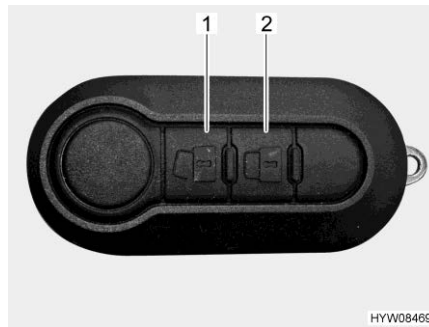

Bild 59 Fernbedienung Zentralverriegelung (2 Tasten)
- Türen entriegeln: ■ Taste  (Bild 59,1) einmal kurz drücken. Die Türschlösser sind entriegelt.
- Türen verriegeln: ■ Taste  (Bild 59,2) einmal kurz drücken. Die Türschlösser sind verriegelt.